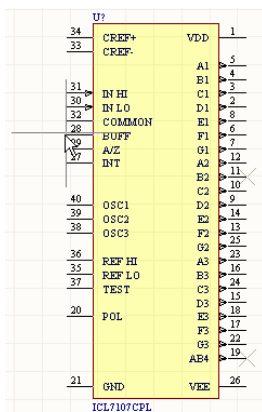

图 2.138 鼠标指针上的“ICL7107CJL”器件
(6) 单击“Confirm”对话框中的“Yes”按钮, 加载该元件库, 此时“ICL7107CJL”器件已被选中, 并吸附在鼠标指针上, 等待被布置到原理图上, 如图 2.138 所示。